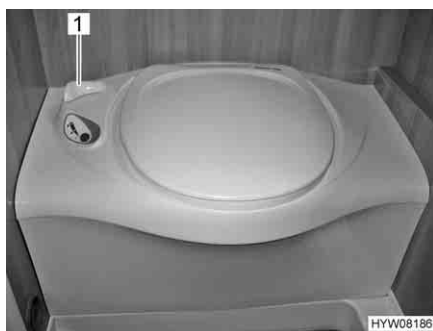

Fig. 103 Toilette Thetford
- Prima di tirare l'acqua, aprire il cursore della toilette Thetford. A tal fine ruotare la leva del cursore (Fig. 103,1) in senso antiorario.
- Dopo aver tirato l'acqua chiudere il cursore. Ruotare la leva del cursore (Fig. 103,1) in senso orario.